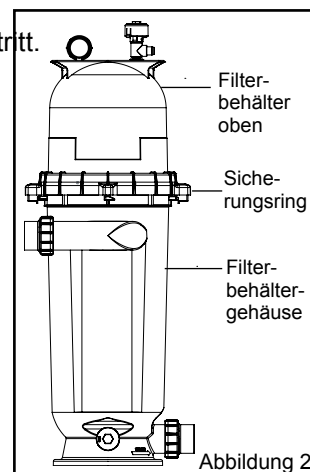

Abbildung 2
2. Stellen Sie sicher, dass der O-Ring in der unteren Behälterhälfte in Position ist. Platzieren Sie den Filterdeckel über die untere Behälterhälfte, wobei darauf zu achten ist, dass er vollständig und fest auf der Behälterhälfte sitzt, siehe Abbildung 2.